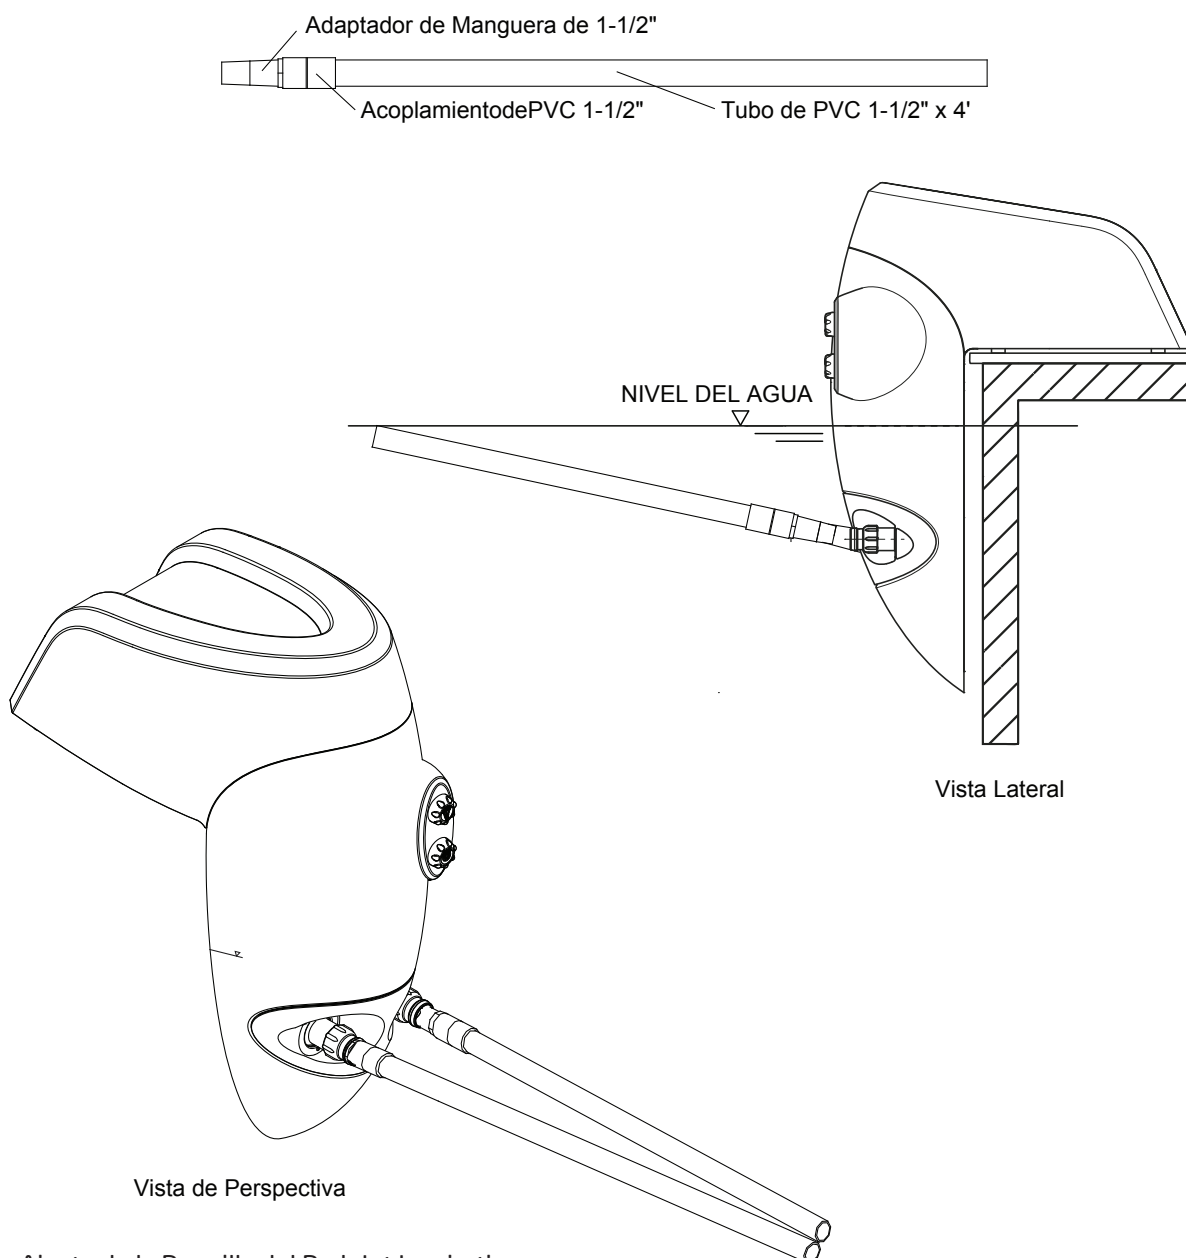

Figura 12 - Ajuste de la Boquilla del BaduJet Inspiration
4. Mueva cada herramienta de ajuste de chorro hacia el otro lado hasta tocar el nivel del agua. (Ver Figura 12)